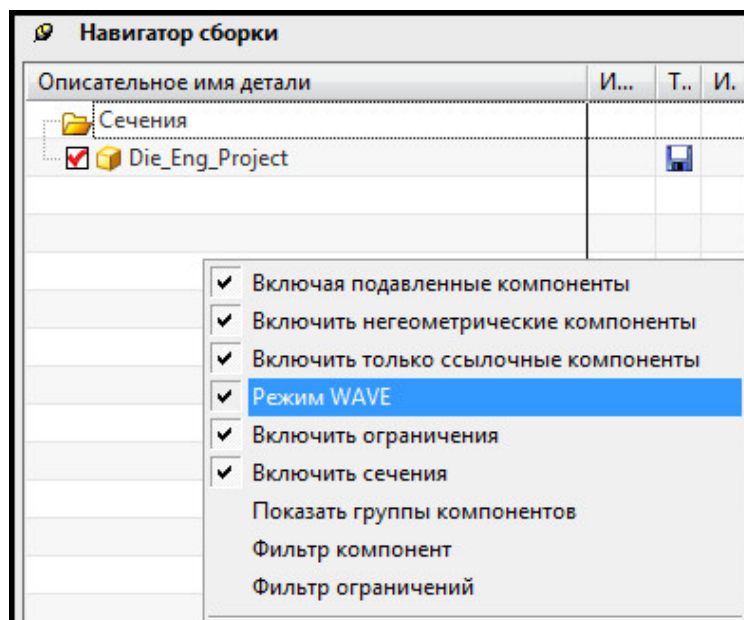

Рис. 7.2. Включение режима Wave
- В навигаторе сборок включите поддержку технологии **Wave**, щелкнув правой кнопкой мыши и выбрав строку **Режим Wave** (рис. 7.2).